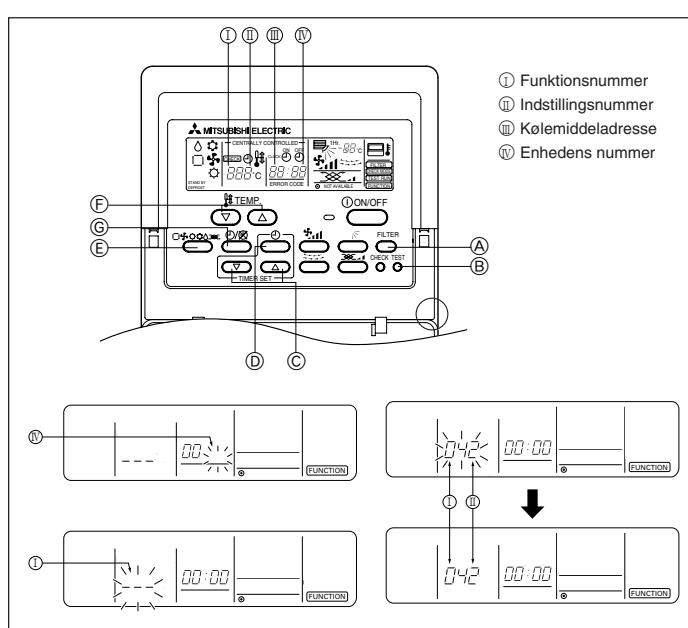

Fig. 6-5
6.3.1. Til ledningsbetjent fjernbetjening (Fig. 6-5)